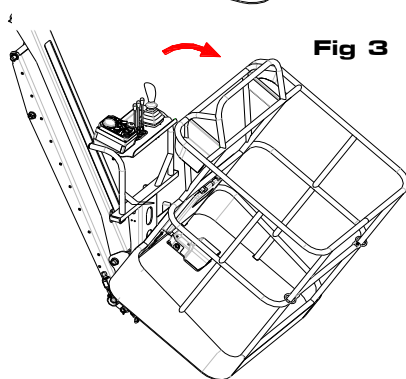

Fig 3
- basculez le panier de façon à le dégager des commandes hydrauliques et électriques pour ne pas les abîmer en le sortant (Fig.3 et 4).